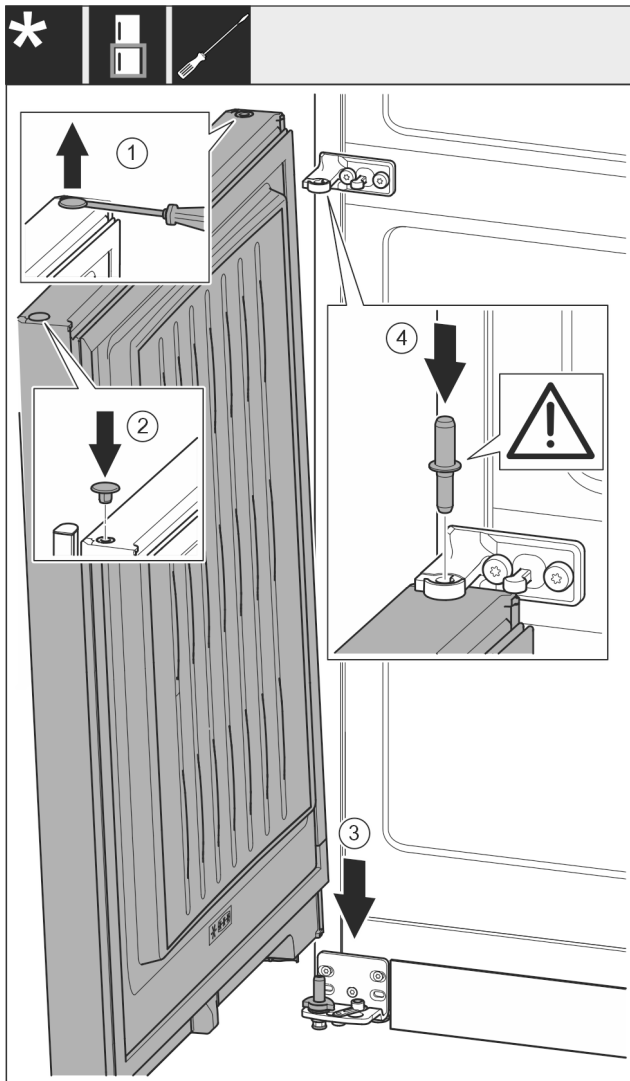

Fig. 20
- ▶ Óvatosan emelje meg a dugót Fig. 20 (1) lapos csavarhúzóval, és húzza ki.
- ▶ Tegye vissza a dugót Fig. 20 (2) az ajtó másik oldalára.
- ▶ Helyezze fel az ajtót Fig. 20 (3) felülről az alsó csapszegre.
- ▶ Helyezze a középső csapszeget Fig. 20 (4) a középső csapágybakon keresztül az alsó ajtóba. Ügyeljen közben arra, hogy a reteszelő bütyök hátrafelé mutasson.